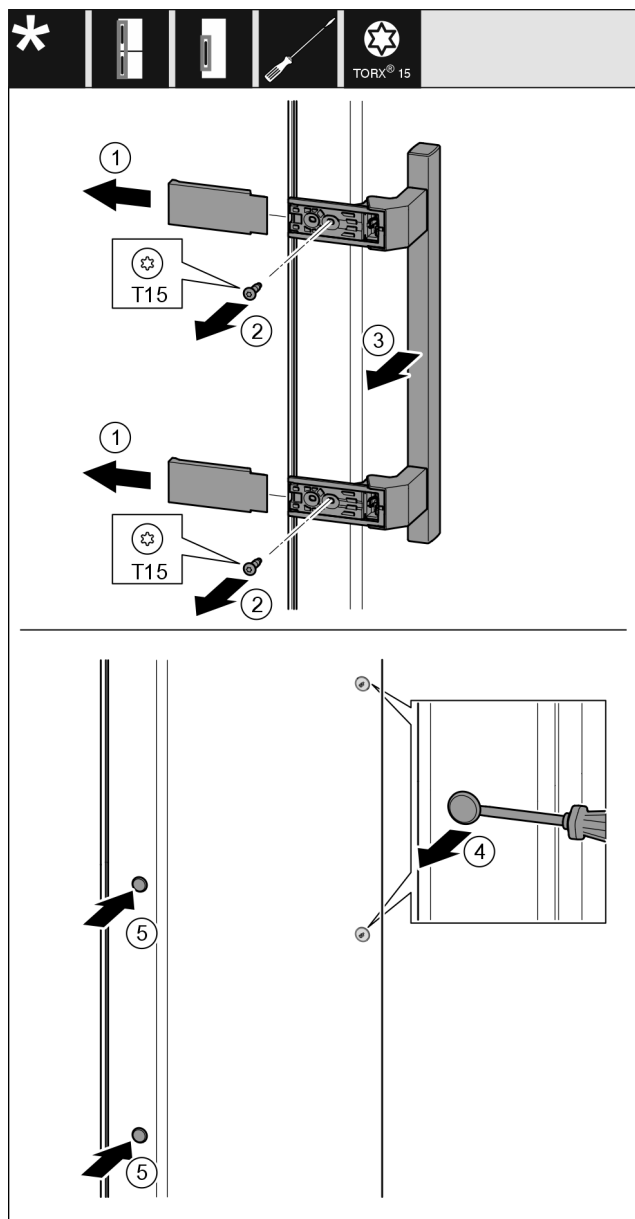

Fig. 20
- Snemite pokrov Fig. 20 (1).
- Izvijte vijake Fig. 20 (2) z izvijačem.
- Snemite ročaj Fig. 20 (3).
- Previdno dvignite stranski čep Fig. 20 (4) s ploščatim izvijačem in ga izvlecite.
- Vstavite čep Fig. 20 (5) nazaj na drugi strani.